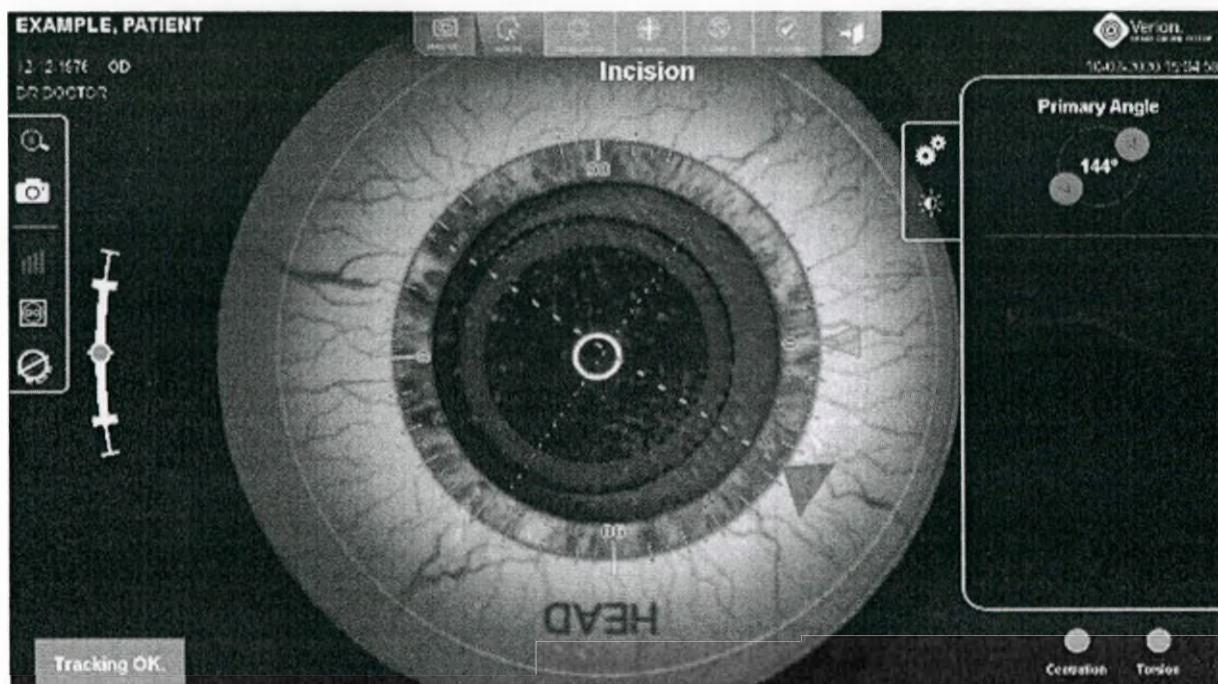

Рисунок 99. Этап «Разрез» при параллельной регистрации
- Цифровой интерфейс VERION перейдет к первому этапу, **Incision (Разрез)** (Рисунок 99).